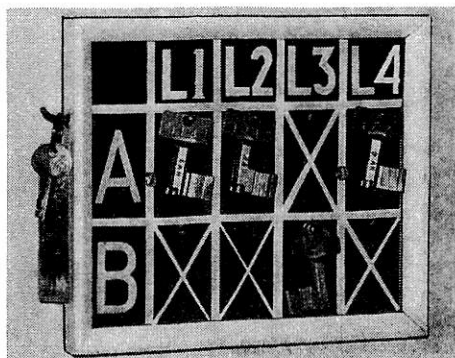

Fig 1
- 1.1 På nyckeltavla enligt fig 1 eller liknande